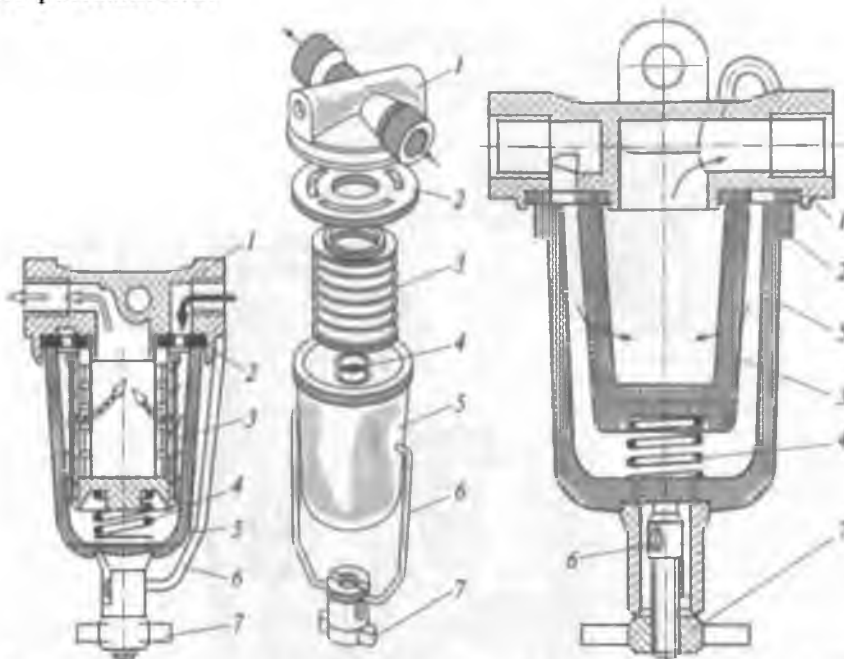

Рис. 1.15. Фильтры тонкой очистки топлива двигателей 3М3-53 и ЗИЛ-130:
8. Изучить устройство фильтра тонкой очистки топлива двигателей ЗМЗ-53 и ЗИЛ-130 (см. рис. 1.15).